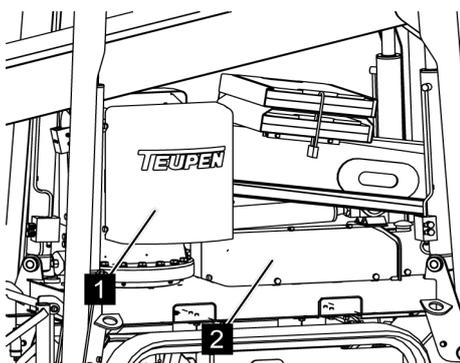

Fig. 80: Enlever les capots
2. → Desserrer les vis moletées des capots (Voir la Fig. 80/1 et 2), et enlever les capots.
*Sous le capot (Voir la Fig. 80/1), il y a les vannes pour la commande de la plateforme (☞ Chapitre 6.13 « Fonctions des vannes » à la page 97), et sous le capot (Voir la Fig. 80/2), les vannes pour les appuis (☞ Chapitre 6.13 « Fonctions des vannes » à la page 97).*